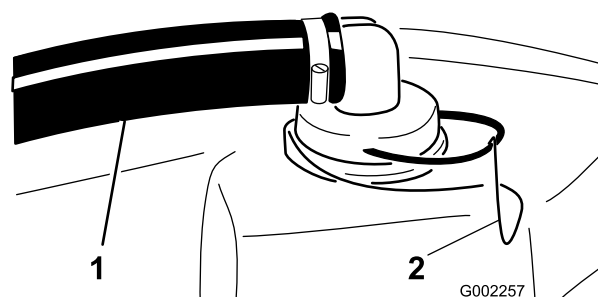

Figure 61
2. Retirez la fixation du raccord rouge monté sur le gros flexible en haut de la cuve (Figure 61).
3. Débranchez le flexible de la cuve (Figure 61).